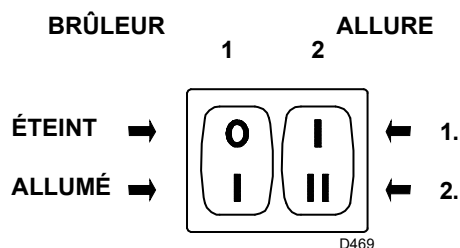
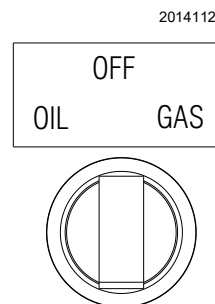

Fig. 30
Fig. 31
Maintenir le brûleur en mode de fonctionnement à 1re allure en plaçant l'interrupteur 2)(Fig. 30) en position 1re allure. Le réglage du volet du ventilateur s'obtient en agissant sur le levier orange du servomoteur ("Réglage du servomoteur" à la page 31).
Placer l'interrupteur 2)(Fig. 30) en position 2e allure. Le réglage du volet du ventilateur s'obtient en agissant sur le levier rouge du servomoteur ("Réglage du servomoteur" à la page 31).
Démarrer le brûleur en fermant les télécommandes, avec l'interrupteur 1)(Fig. 30) en position « **ALLUMÉ** » et avec le sélecteur de combustible en position « **FILOUL** » (Fig. 31).
Quand le fioul ressort par la vis 3)(Fig. 23 à la page 22) la pompe est amorcée. Arrêter le brûleur : interrupteur 1)(Fig. 30) en position « **ÉTEINT** » et visser la vis 3).
- l'interrupteur 1)(Fig. 30 à la page 28) en position « **BRÛLEUR ALLUMÉ** » ;
- l'interrupteur 2)(Fig. 30 à la page 28) en position « **1re ALLURE** » ;
Mettre l'interrupteur 2)(Fig. 30 à la page 28) en position 2e allure : le servomoteur ouvrira le volet d'air sur la valeur précédemment réglée pour le fioul et commandera l'ouverture de la vanne de gaz de 2e allure VR2.
Mettre l'interrupteur 2)(Fig. 30 à la page 28) en position 1e allure : le servomoteur ouvrira le volet d'air sur la valeur précédemment réglée pour le fioul et commandera l'ouverture de la vanne de gaz de 1e allure VR1.